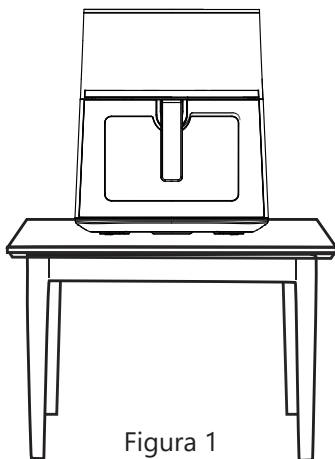

Figura 1
1. O produto deve ser colocado numa posição estável sobre uma mesa ou superfície plana (Figura 1), onde o cabo seja suficientemente comprido para ser ligado a uma tomada sem o forçar, e onde haja espaço à volta do aparelho para que haja uma boa circulação de ar. O aparelho não deve estar próximo de produtos inflamáveis.